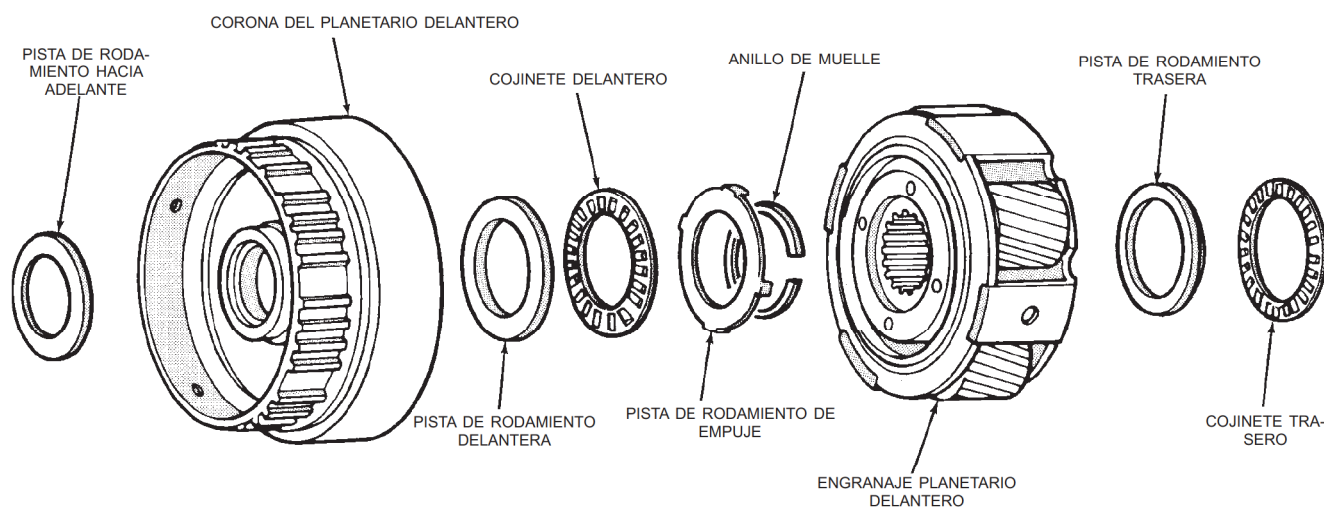

Fig. 256 Componentes del engranaje planetario delantero
- (1) Retire la corona del engranaje planetario (Fig. 256).
- (2) Retire el cojinete delantero y las dos pistas de rodamiento de la corona (Fig. 256).
- (3) Retire la pista de rodamiento de empuje con lengüetas del engranaje planetario (Fig. 256).
- (4) Retire el anillo de muelle que fija el engranaje planetario al eje y retire el engranaje.
- (5) Retire el cojinete y la pista de rodamiento traseros del engranaje planetario.
- (6) Mida el diámetro interior del casquillo de la corona. El diámetro máximo permitido es 24,08 mm (0,9480 pulg.). Reemplace la corona si el diámetro interior del casquillo es superior a lo especificado.
- (7) Verifique el estado del engranaje planetario. Reemplace el engranaje si los dientes están desgastados, si los pasadores están flojos o si la caja está cuarteada, deformada o desgastada.
- (1) Lubrique los cojinetes y las pistas de rodamiento del planetario y la corona con vaselina.
- (2) Identifique los cojinetes y las pistas de rodamiento del planetario antes de su instalación. (Fig. 256). Los cojinetes y las pistas de rodamiento pueden identificarse por las siguientes dimensiones: